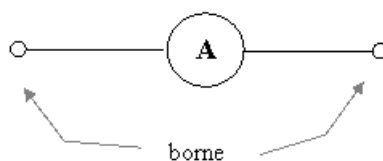

Fig. 1
**Simbolul ampermetrului** – fig. 1